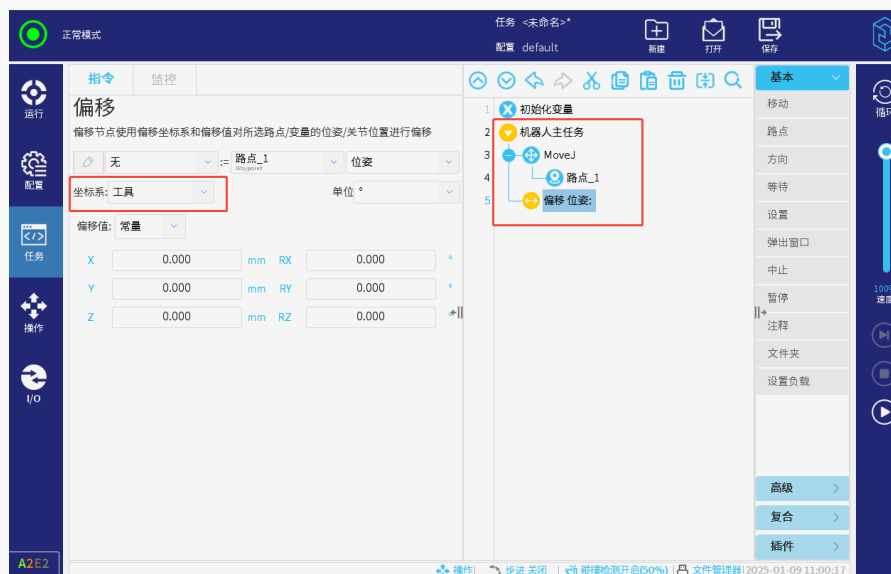

图 3-117: 工具坐标系设置
- 鉴于其运行的动态变化，需确保偏移节点放置在该路点下方就近位置（中间无运动节点，如 Move 路点、Move 方向、Home 等即可），如图 3-117所示，以便根据实时的工具坐标系准确计算，实现偏移功能。